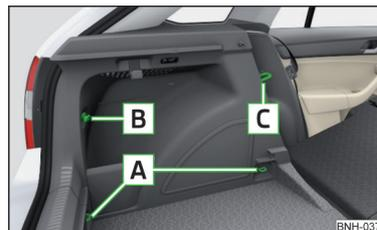
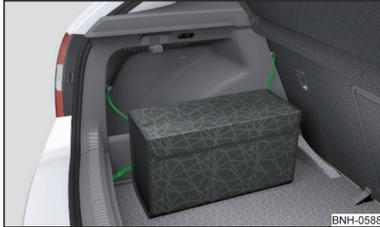

Abb. 89
Abb. 92
## Übersicht der Befestigungselemente » Abb. 89
- Die Verzurrösen **A** » Abb. 89 auf Seite 85 können zur Befestigung von Netzen nicht genutzt werden, wenn sich der variable Ladeboden in der oberen Position befindet » Seite 901).
Die Tasche » Abb. 92 kann an den Befestigungselementen **A**, **B** und **C** » Abb. 89 auf Seite 85 befestigt werden.